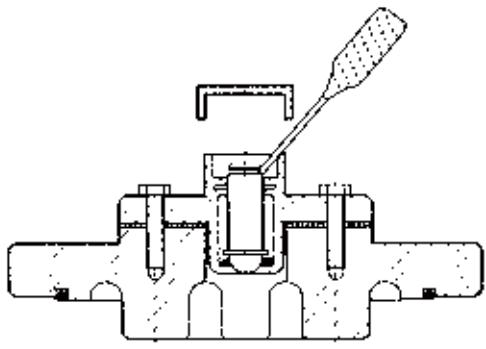

Рисунок 56 Использование клапана Е1
- 2) Отверткой поддеть шток клапана E1 для выпуска воздуха из-под крышки головки устройства РПН (Рисунок 56).